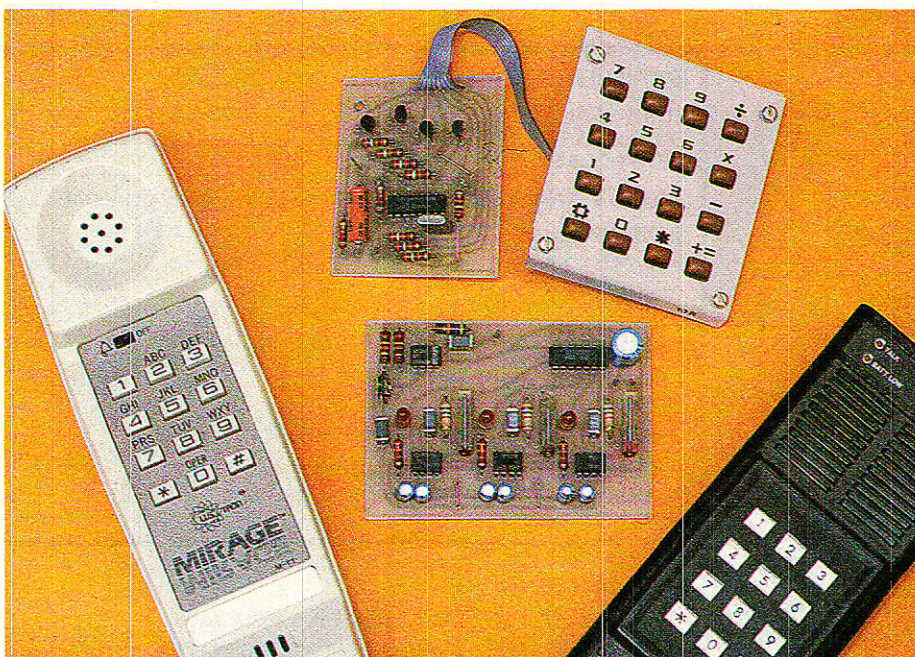
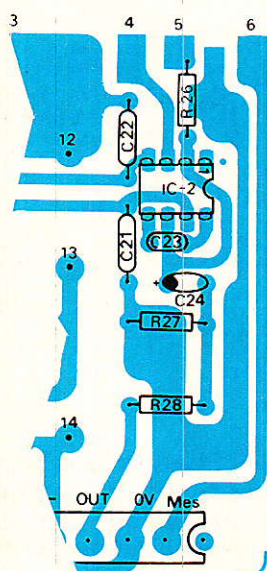

Figure 7
Figure 1b
La figure 7 montre comment deux classiques 74LS138 (décodeurs « 1 parmi 8 », peuvent résoudre simplement le problème.
- la résistance marquée R_2 (broche 2 de IC_2 , Fig. 7 page 36), est en fait R_{26} (**figure 1b**)